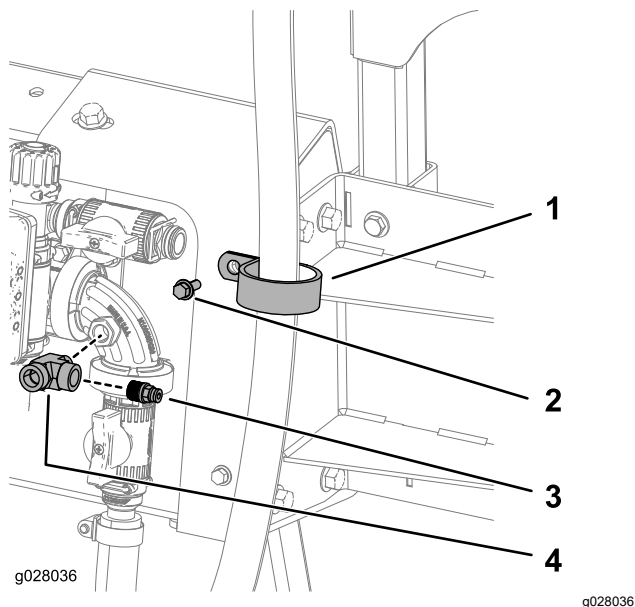

図 37
1. 図 37 のように、ホース 180 cm を上側ブラケットに固定する R クランプ、ボルト $\frac{1}{4}$ -20 x $\frac{3}{4}$ "、ナット $\frac{1}{4}$ -20" 1 個を使用する。
2. T 字フィッティングのねじ山部に PTFE テープまたはペーストを塗り、フィッティングを制御バルブに取り付ける 図 37。
3. カップラのねじ山部に PTFE テープまたはペーストを塗り、T 字フィッティングに取り付ける 図 37。